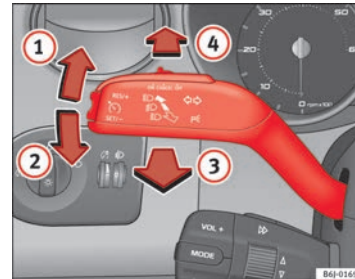

Abb. 59 Blinker- und Fernlichthebel
- Drücken Sie den Hebel nach vorne ⇒ Abb. 59 , um das Fernlicht einzuschalten.